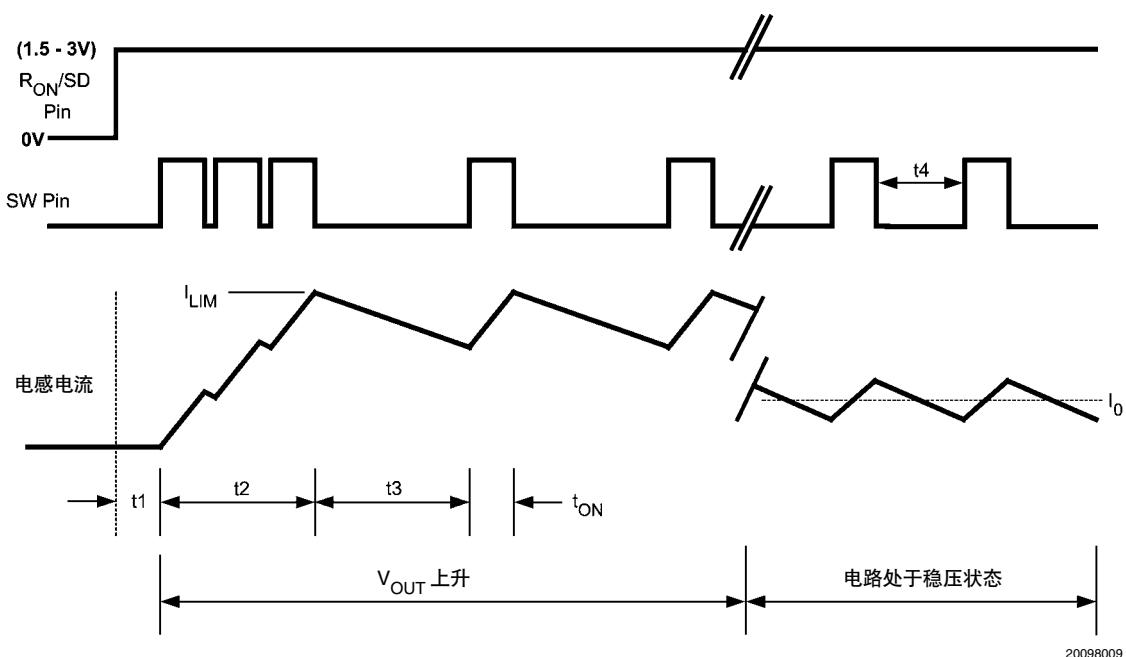
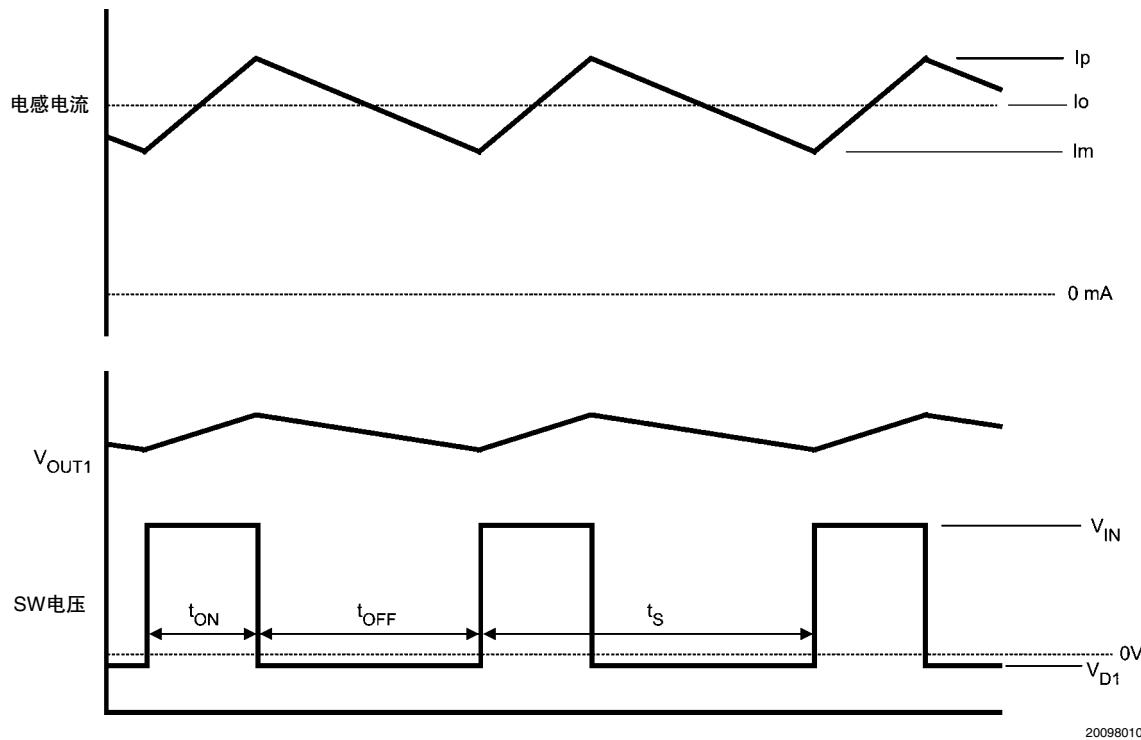

图5. 利用 $R_{ON}/SD$ 引脚实现启动
图6. 连续导通模式
这里， $I_o$ 是标称负载电流， $t_{ON}$ 是导通时间， $L1$ 是电感值（参见图6）。在导通时间的末端，降压开关被关闭，SW引脚的电压达到低于地电位的某个电压值，该值是由外围二极管D1的正向压降确定。
利用 $R_{ON}/SD$ 引脚来实现启动，如图5所示。在释放 $R_{ON}/SD$ 引脚电压之后，存在一个初始化延迟，大约为 $3.5\mu s$  ( $t_1$ )，给内部电路上电，同时赋能降压开关。在 $t_2$ 期间会产生几个开/关脉冲，其中电感电流会上冲至限流阈值 ( $I_{LIM}$ ，标称值 $725mA$ )。每个周期的导通时间由 $V_{IN}$ 和 $R_{ON}$ 来确定，关断时间为最小值 $300ns$ 。时间 $t_2$ 和最终的SW周期数取决于电感值和 $V_{IN}$ ， $t_2$ 的范围从 $2\mu s$ 至 $20\mu s$ 。在 $t_2$ 之后较长的关断时间 ( $t_3$ ) 由 $R_{CL}$ 决定，而 $V_{FB}$ 在此刻接近零。因为 $V_{OUT1}$ 增
当电路处于稳压时（图5的右侧），电感电流波形的平均值 ( $I_0$ ) 等于负载电流值，纹波幅度由导通时间、电感值、 $V_{IN}$ 和 $V_{OUT1}$ 来决定，将会在下一节进行讨论。关断时间 ( $t_4$ ) 由导通时间、 $V_{IN}$ 和 $V_{OUT1}$ 依据等式2来确定。
**连续导通模式：**在该模式下，负载电流相对于纹波电流已足够高，使得L1中的电流总是大于零，如图6所示。
**a) 最小负载电流:** 为了在最小值  $I_o$  (100mA) 处维持连续导通, 纹波幅度必须少于200mA峰峰值, 所以波形的较低峰值 (图6中的  $I_m$ ) 不会达到零。利用公式4, 解得L1为:
**b) 最大负载电流:** 在负载电流  $400\text{mA}$  处, 波形的峰值 (图6中的  $I_p$ ) 不必达到 LM5007 的限流阈值。该阈值的最小保证值为  $535\text{mA}$ , 要求纹波幅度低于  $270\text{mA}$  峰峰值。因为以上计算得到的电感值已符合该要求, 故不再需要计算 L1。满足最大  $V_{IN}$  和图6中的  $I_o$  时,  $I_p$  为  $473\text{mA}$ 。L1 必须能承受此峰值电流而不会饱和或超过温度额定值, 同时也必须能够承受限流阈值的最大保证值 ( $900\text{mA}$ ) 而不会饱和, 这是因为在启动期间已经达到了限流 (图3和图5)。电感的直流阻抗应尽量小。例如, 若电感的直流电阻是  $1\text{欧姆}$ , 则在最大负载电流  $400\text{mA}$  处的功耗为  $0.16\text{W}$ 。由于同  $4\text{W}$  的负载功耗相比太小, 可以忽略不计。通常情况下不难找到一个直流电阻低于  $0.5\Omega$  的电感用于该设计。
**C1和C5：**使用C1的目的是在导通时间内能够提供大部分的开关电流，并限制 $V_{IN}$ 处产生的电压纹波，前提是假定输出送到 $V_{IN}$ 的电压源应具有一个大于零的输出阻抗。如果电源的动态阻抗比较大（有效电流源），它将提供平均输入电流，而不是纹波电流。在最大负载电流处，当降压开关开启时，进入到引脚8的电流会突然增加至电流值 $I_m$ （图6）。上升至 $I_p$ ，然后在关断期间下降为零。在导通期间的平均电流为负载电流 $I_0$ 。以最差情况计，C1必须提供最大导通时间内的平均负载电流。为了将输入电压纹波控制在低于2V的范围内（该例子中），C1的计算如下：